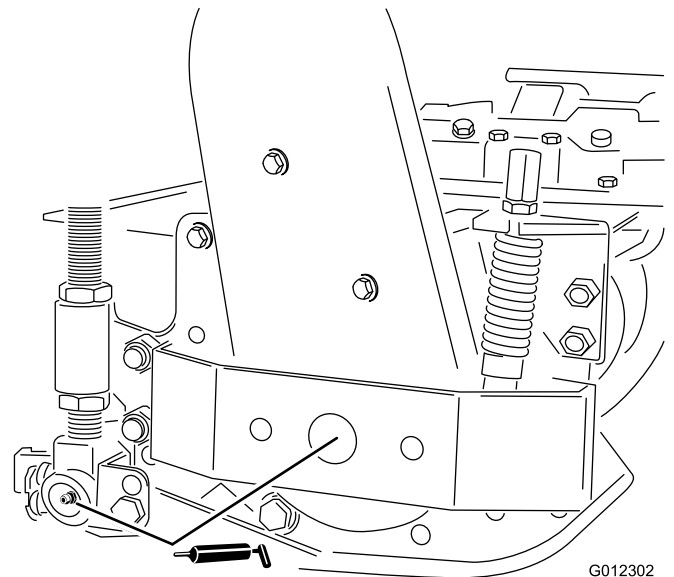

Figura 28
- Cuscinetti dei cilindri e dei rulli degli apparati di taglio (Figura 28)